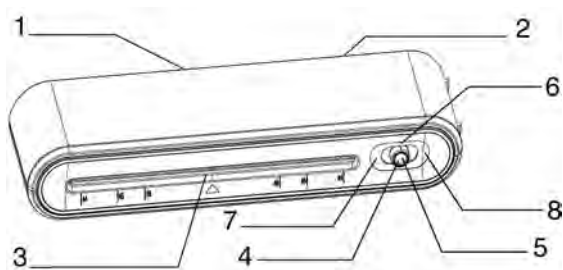

Fig. 1
2. **Dès que le voyant bleu s'allume, l'appareil est prêt** pour le laminage à chaud (fig. 1). L'appareil a besoin d'environ 3-5 minutes pour atteindre la température nécessaire.